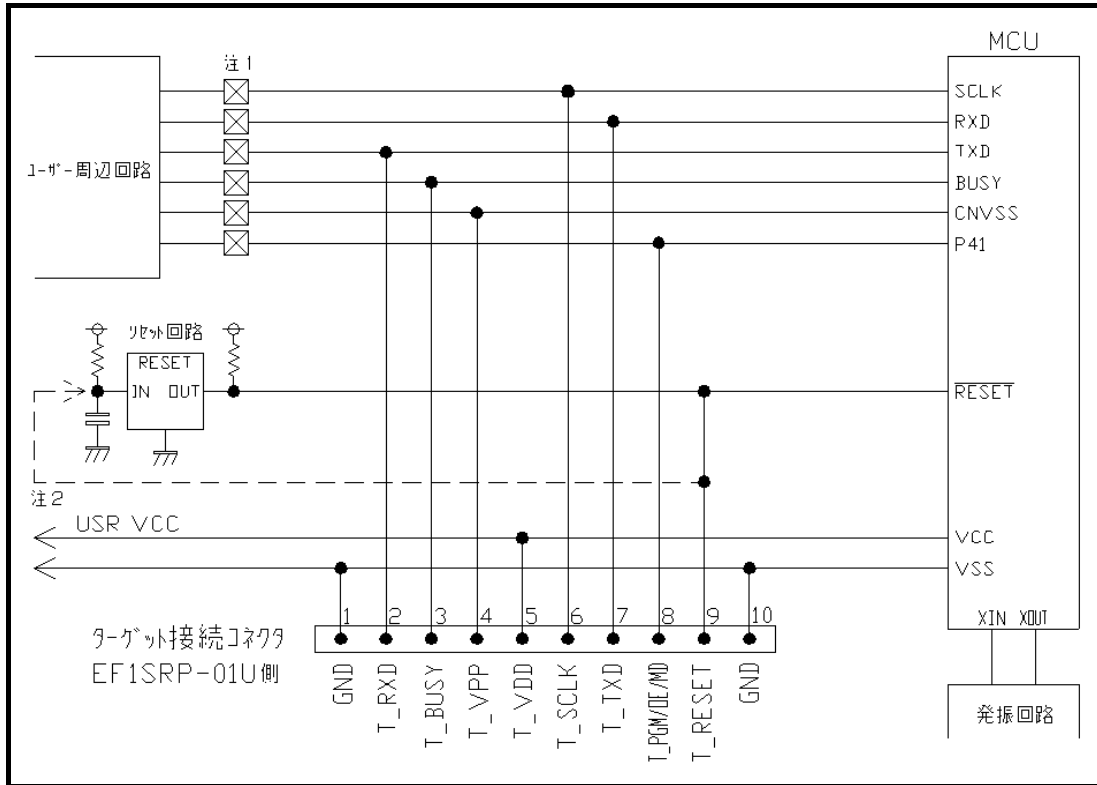

図3.1 ユーザーターゲット推奨回路図
(1) 3850、38C2グループのユーザーターゲットMCU推奨回路を図3.1に示します。